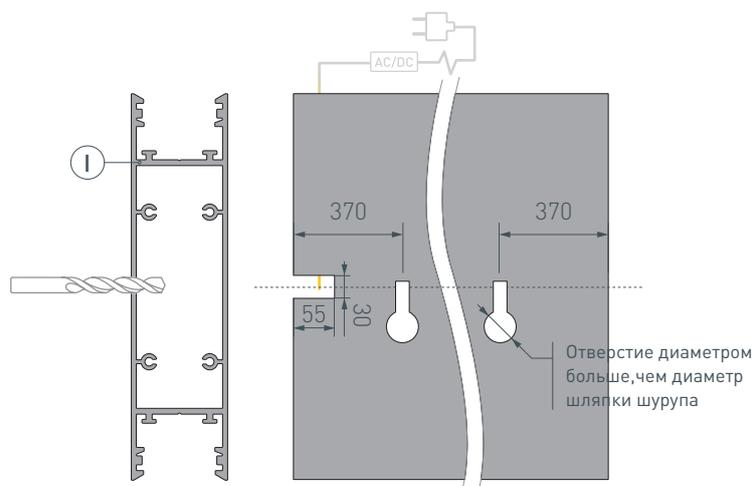

Рис. 1. Вид сзади, подготовка отверстий
- 1** / Для профиля Ⓘ длиной 2000 мм и более просверлите на задней стенке с каждой стороны по 2 отверстия с диаметрами больше, чем диаметр шляпка шурупа (чтобы могла пройти шляпка шурупа), для крепления к поверхности на расстоянии 370 мм от каждого края. Чуть выше сделать прорезь шириной, равной диаметру резьбы шурупа. Затем подготовьте еще 1 отверстие с одного края профиля размером 55×30 мм для вывода кабеля блока питания, как показано на рис. 1.